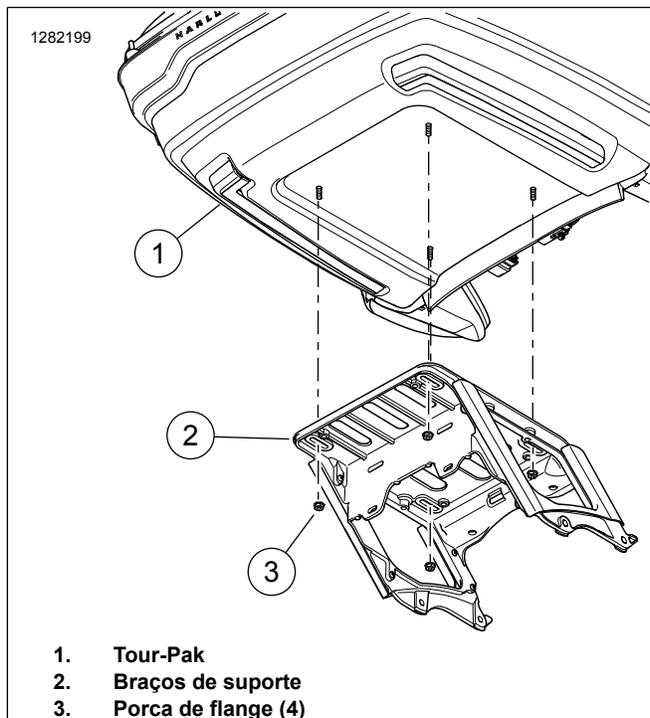

Figura 3. Montagem do Tour-Pak
- b. Ver Figura 3 . Remova porcas da flange (3) fixando o Tour-Pak ao suporte.